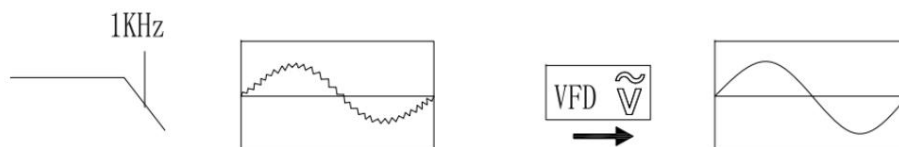

Figura 6
- 4) În intervalul de tensiune alternativă, funcția de filtru trece-jos VFD poate fi selectată apăsând butonul SELECT pentru a măsura semnalul sinusoidal compozit generat de inverter și motorul inverterului, așa cum se arată mai jos (Figura 6)